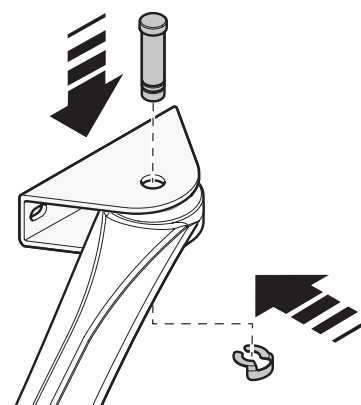

Fig. 10
01. Fixez le bras du motoréducteur comme indiqué sur la **fig. 10** en utilisant l'axe et le seger fournis ;